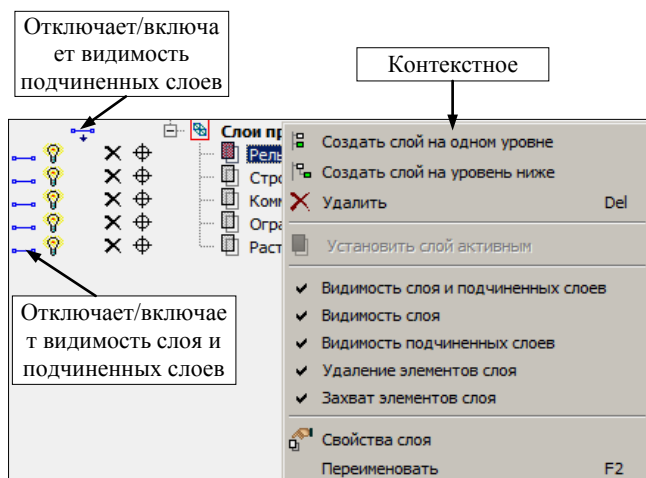

Рис. 3.12
Помимо этих команд, предусмотрены различные переключатели для управления видимостью слоев (☐ и 💡), условиями удаления ☒ и захвата ☉ элементов каждого слоя (рис. 3.12).
Эти настройки доступны также в контекстном меню каждого слоя (рис. 3.12), которое вызывается после наведения курсора на слой и нажатия на правую клавишу мыши.
Также создать новый слой, удалить слой можно с помощью команд контекстного меню (рис. 3.12). Для этого необходимо выбрать курсором нужный слой и нажать правую клавишу мыши.
3. Создайте новый слой в проекте **Лазурный**, используя команду контекстного меню (рис. 3.12).